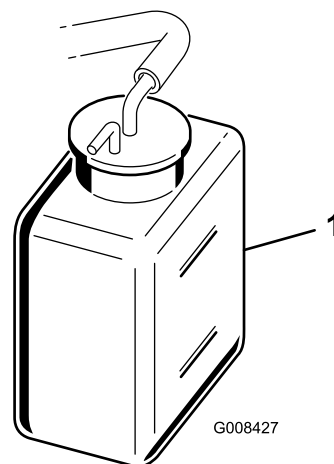

図 28
2. 冷却液の量を点検する（図 28）。エンジンが冷えている状態で、補助タンク側面についている 2 本のマークの間にあれば適正である。